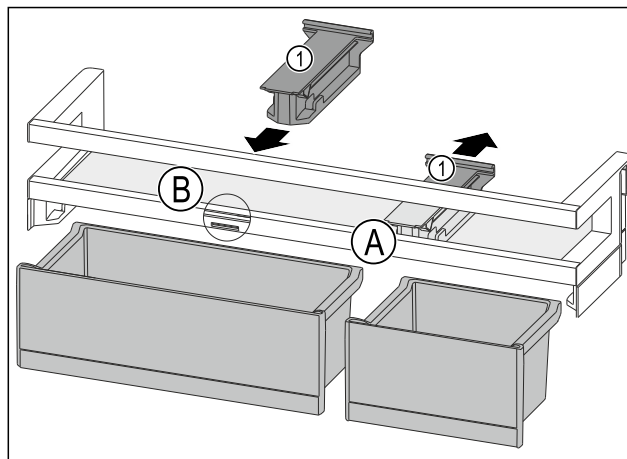

Fig. 152
- Largoni nga prapa pjesën mbajtëse Fig. 152 (1) në pozicionin Fig. 152 (A).
- Vendosni pjesën mbajtëse Fig. 152 (1) në pozicionin Fig. 152 (B).